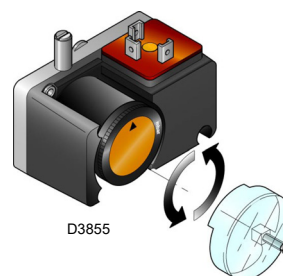

Fig. 30
- Régler le pressostat gaz seuil minimum (Fig. 30 à la p. 27) en début d'échelle.
Effectuer le réglage du pressostat gaz seuil minimum (Fig. 30) après avoir réglé le brûleur, les vannes de gaz et le stabilisateur de rampe.